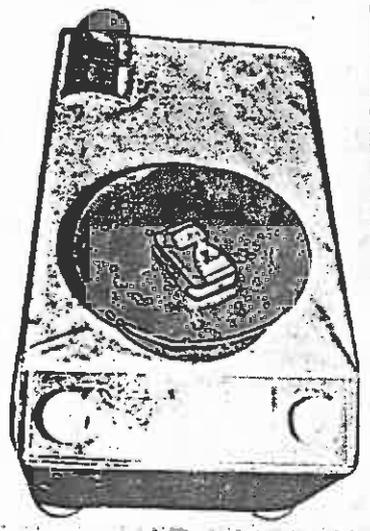

Bild 101
18. Abfüllgewicht kontrollieren (Bild 101), ggf. Gewichtskorrektur vornehmen.